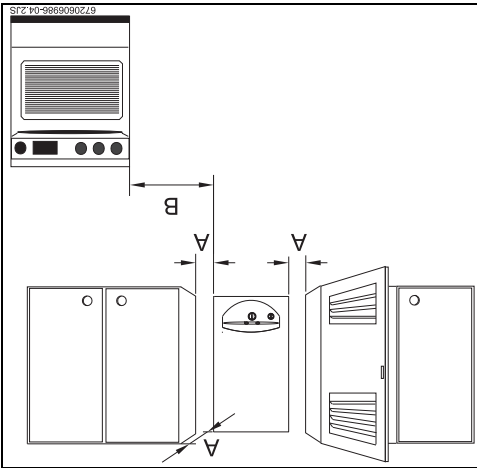

Fig. 15 Distances minimales
- ▶ Respecter les précautions minimales d'installations indiquées à la Fig. 15.
- ▶ Faciliter l'accès pour les travaux de maintenance en respectant les distances minimales indiquées à la Fig. 15.